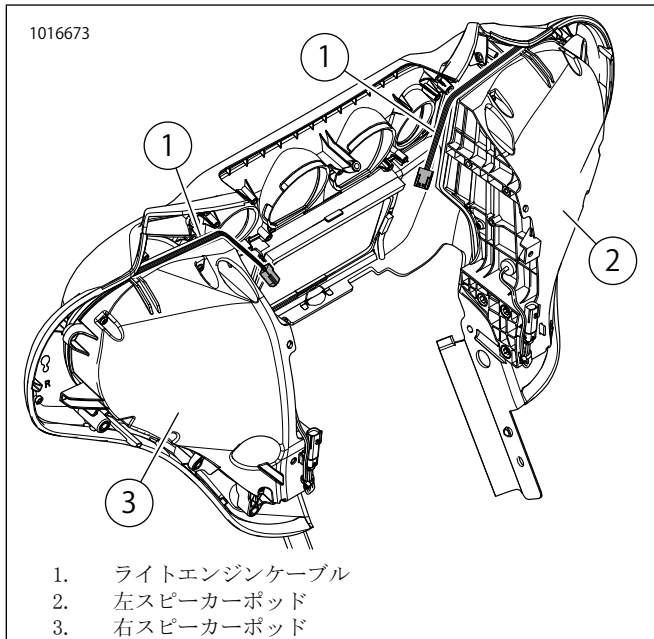

図5. FLHフェアリング
8. 図5を参照してください。図のようにライトエンジンケーブル(1)を取り回します。ケーブルストラップでケーブルを固定します。